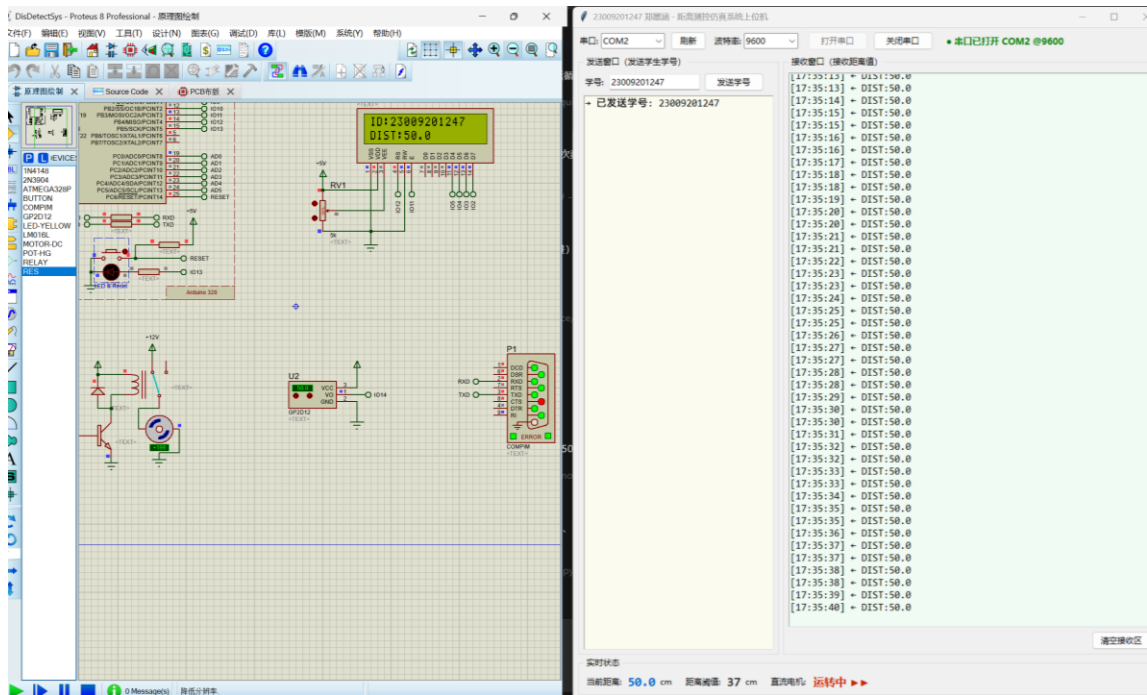
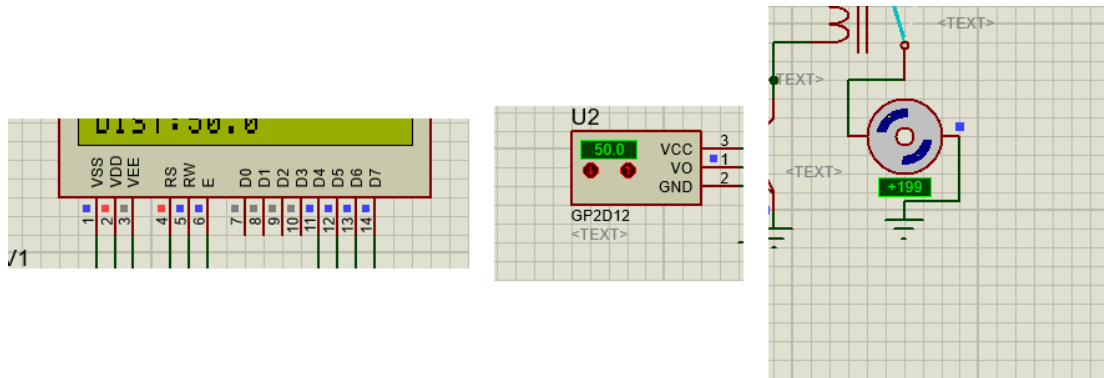
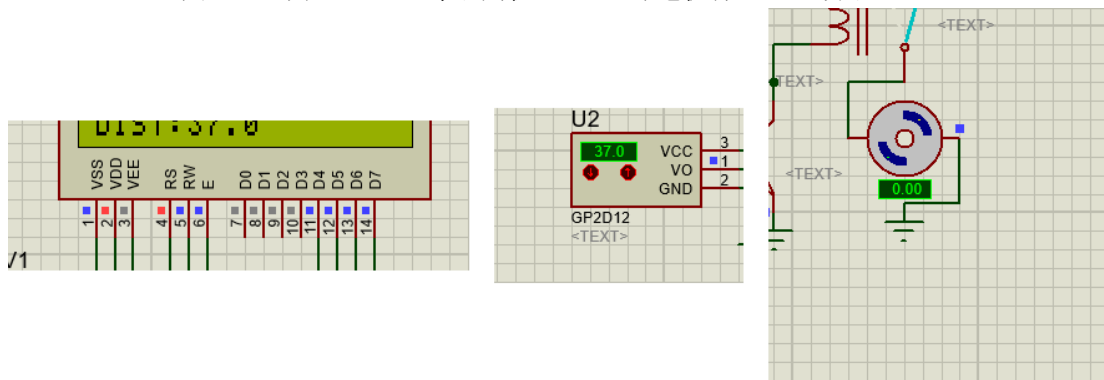

图 1 距离 50.0cm 高于阈值 37cm 时系统全景（电机转动）
图 2 图 1 局部放大：LCD 显示、传感器读数、电机转速（左起）
图6 图5 局部放大：LCD 显示 DIST:37.0、传感器 37.0、电机转速 0（左起）
图 1、图 2 中：① 上位机软件 Title 显示“23009201247 郑墨涵”，发送窗口显示已发送学号 23009201247；② 红外测距传感器（GP2D12）手动调节至 50.0cm；③ LCD 第一行显示 ID:23009201247，第二行显示 DIST:50.0；④ 上位机接收窗口实时显示接收到的距离值 DIST:50.0（每 500ms 一帧）；⑤ 50.0cm 高于阈值 37cm，直流电机转动（电机模型标签显示转速约 199，上位机状态栏显示“运转中”）。
1.Arduino 程序源代码。程序完成：串口接收学号并自动计算阈值（30+学号末位）、LCD1602 显示学号与距离、GP2D12 距离采集与换算（64 次过采样后按特性方程反变换）、电机阈值控制、每 500ms 向上位机上传距离值。运行结果与图 1~图 6 相符。